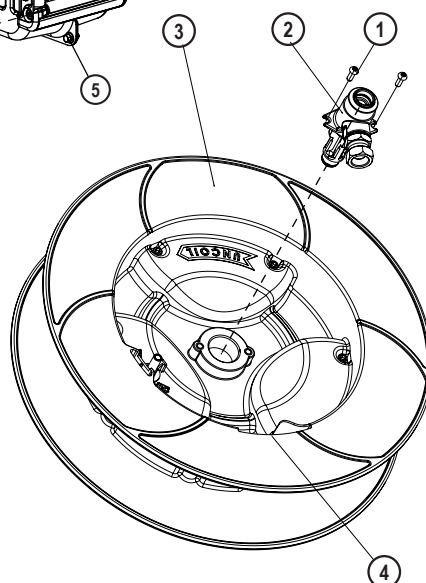

Fig. 19
13. At the opposite spool side, loosen the bolts (1) (fig. 19) used to fix the brass shaft (2) (fig. 19) to the spool (3) (fig. 19). Keep all the components to be able to reassembly later.
14. Replace the spool (3) (fig. 19) with a new one, and proceed to reassemble again all the components in reverse order. Begin assembling the spool brass shaft (2) (fig. 19) by tightening the bolts (1)(fig. 19). To avoid spool damage, do not apply a torque more than 4Nm while tightening these bolts. To be able to assemble the spool shaft (2) (fig. 19) in the correct position, make sure to assemble it with the fitting pointing to the spool window (4) (fig. 19).
13. Lossa bultarna (1) (fig. 19) för att fixera mässingsaxeln (2) (fig. 19) på spolen (3) (fig. 19) på den motsatta spolsidan. Håll alla komponenterna så att de kan monteras senare.
14. Ersätt spolen (3) (fig. 19) med en ny och montera igen alla komponenter i omvänd ordning. Börja montering av spolarmsaxeln (2) (fig. 19) och skruva fast bultarna (1) (fig. 19). För att undvika skador, använd inte ett vridmoment på mer än 4 Nm när du drar åt dessa bultar. För att kunna montera spolaxeln (2) (fig. 19) i rätt läge, se till att montera den med kopplingen pekandes mot spolfönstret (4) (fig. 19).